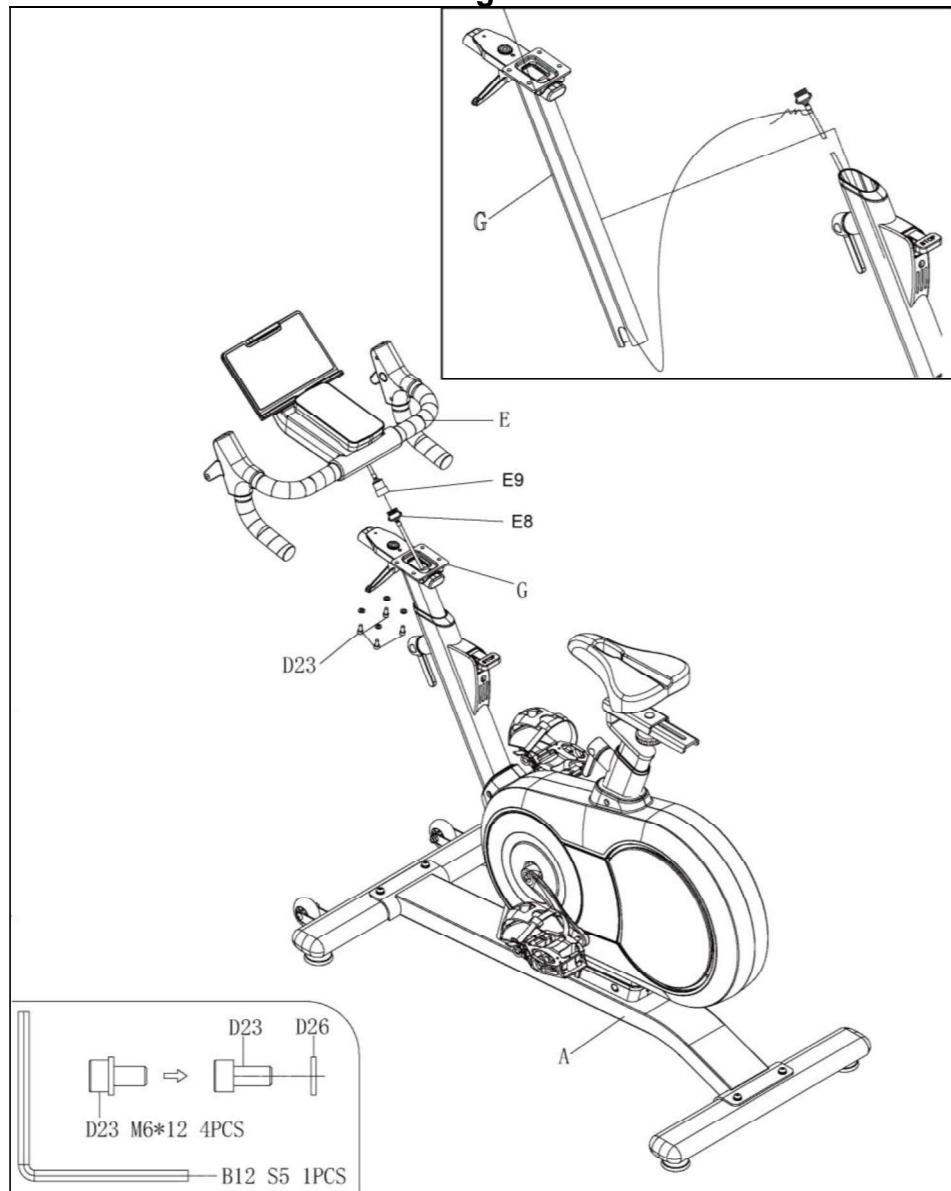

Fig.5
Afloje un poco el pomo (B02) en sentido contrario a las agujas del reloj. Posicione el manillar (E) a la distancia cómoda de realizar el ejercicio y vuelva a apretar el pomo (B02) fuertemente en el sentido de las agujas del reloj, Fig.5. Manténgase dentro de las referencias.
Afloje un poco el pomo (B02) de apriete de tija (A03) en sentido contrario a las agujas del reloj, coloque el sillín a la altura adecuada para realizar el ejercicio y vuelva a apretar fuertemente el pomo (B02) en el sentido de las agujas del reloj, Fig.5. Manténgase dentro de las referencias.